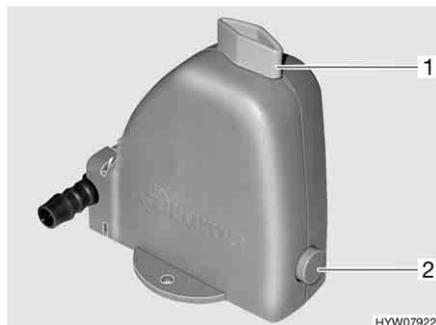

Fig. 188 Valvola di sicurezza/di scarico del boiler
Il boiler è dotato di una valvola di sicurezza/di scarico (Fig. 188). La valvola di sicurezza/di scarico impedisce che l'acqua congeli nel boiler in presenza di basse temperature esterne, quando il riscaldamento dell'autocaravan non è acceso.
- Chiudere la valvola di sicurezza/di scarico. A tal fine ruotare la manopola (Fig. 188,1) verticalmente rispetto alla valvola di sicurezza/di scarico e premere verso l'interno il bottone automatico (Fig. 188,2).
- Aprire la valvola di sicurezza/di scarico. A tal fine ruotare la manopola (Fig. 188,1) nel senso della lunghezza della valvola di sicurezza/di scarico. Il bottone automatico (Fig. 188,2) scatta all'infuori. Il boiler viene svuotato verso l'esterno tramite la valvola di sicurezza/di scarico.